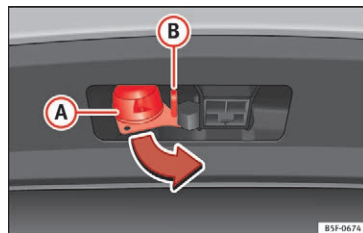

Fig. 234 Drejning af 13-polet stikdåse
- Hold den 13-polede stikdåse i området **(A)**, og træk den ud i pilens retning »» Fig. 234.
- Hold den 13-polede stikdåse i området **(A)**, og sæt den i modsat pilens retning »» Fig. 234.
Sikkerhedsøjet **(B)** »» Fig. 234 bruges til at hægte anhængerens kabel fast på.